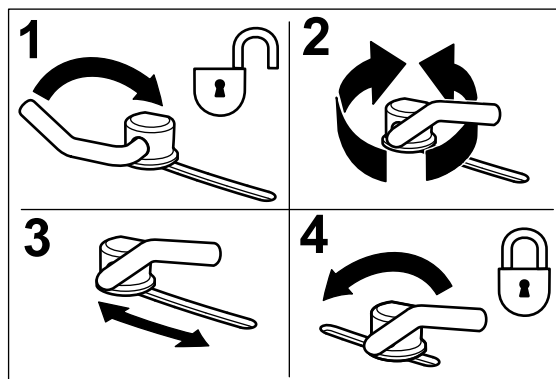

Figure 31
- Pour régler les verrous à came, soulevez le levier pour desserrer le verrou (Figure 31).
5. Repoussez le levier à sa position d'origine pour serrer le déflecteur et les verrous (Figure 31).